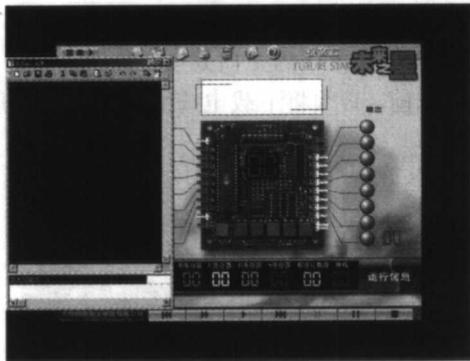

图 1-8
1. 单击功能调试窗口区域内的“源程编程”窗口名，进入到“源程编程”窗口，如图 1-8 所示。